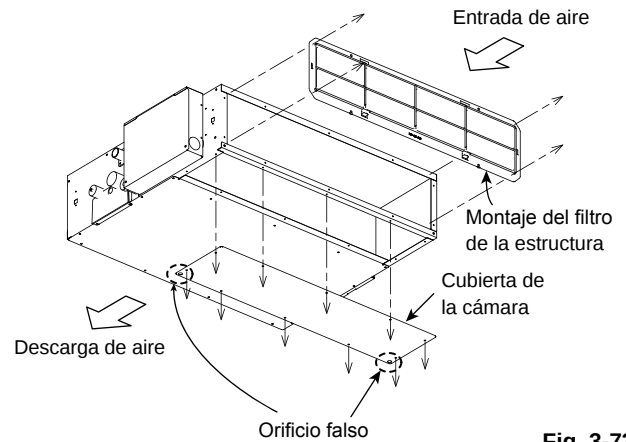

Fig. 3-73
- (1) Extraiga el módulo del filtro de la estructura. (Fig. 3-73)
Extraiga la cubierta de la cámara. (Fig. 3-73)